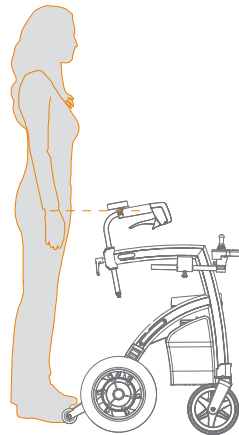

Abbildung 21: Bestimmen Sie die richtige Höhe.
- Um die richtige Höhe zu bestimmen, stellen Sie sich zwischen die Handgriffe des Rollz Motion Electric und lassen Sie Ihre Arme locker am Körper hängen. Die Handgriffe sollten sich auf gleicher Höhe wie Ihre Handgelenke befinden (Abbildung 21).